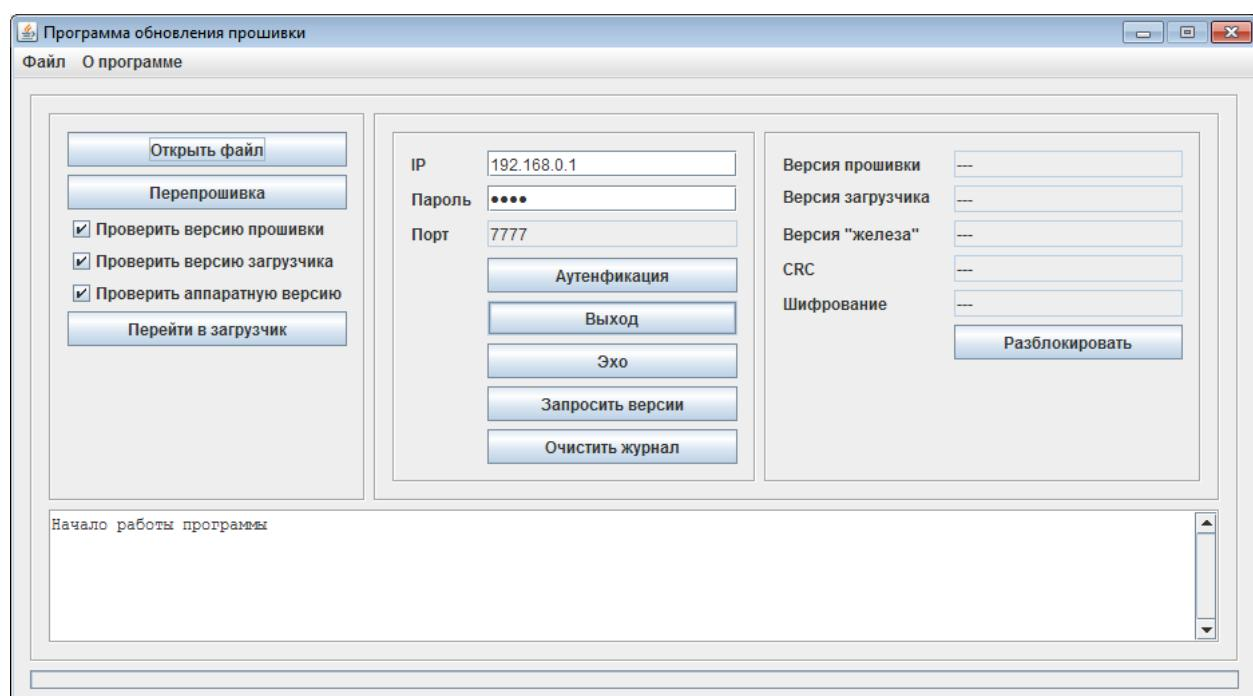

Рисунок 2.24 - Окно программы-загрузчика ПО платы IC-SNMP/mini-USB
1) Открыть программу обновления программного обеспечения SNMP адаптера (рисунок 2.24). Для этого необходимо запустить файл run.bat из предоставленного архива (необходимо наличие Java машины). Вид окна программы-загрузчика представлен на рисунке 2.24.